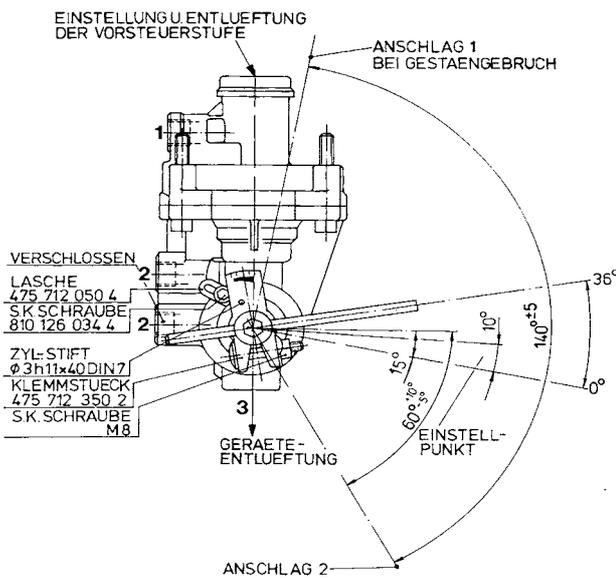

Abb. 2
- 2.2 Den Anschluß 1 mehrmals mit 8 bar belüften und auf 0 bar entlüften. Der Betätigungshebel soll sich dabei mehrmals von "Anschlag 1" zu "Anschlag 2" bewegen lassen (siehe Abbildung 2). Anschluß 1 auf 0 bar entlüften.
- 3.14 Die Sechskantschraube 810 126 034 4 lösen. Den Zylinderstift durch die Bohrung des Klemmstückes hindurch stecken und mit der in der Lasche befindlichen Bohrung fixieren (siehe Abbildung 2).
- 3.15 Die Sechskantschraube 810 126 034 4 wieder festziehen ($M = 4 \pm 1$ Nm). Den Zylinderstift wieder aus der Bohrung entfernen (siehe Abbildung 2). Den Prüfvorgang von Prüfpunkt 3.11 bis 3.13 wiederholen. Bei Nichterreichen der Prüfwerte muß die Lasche korrigiert werden.